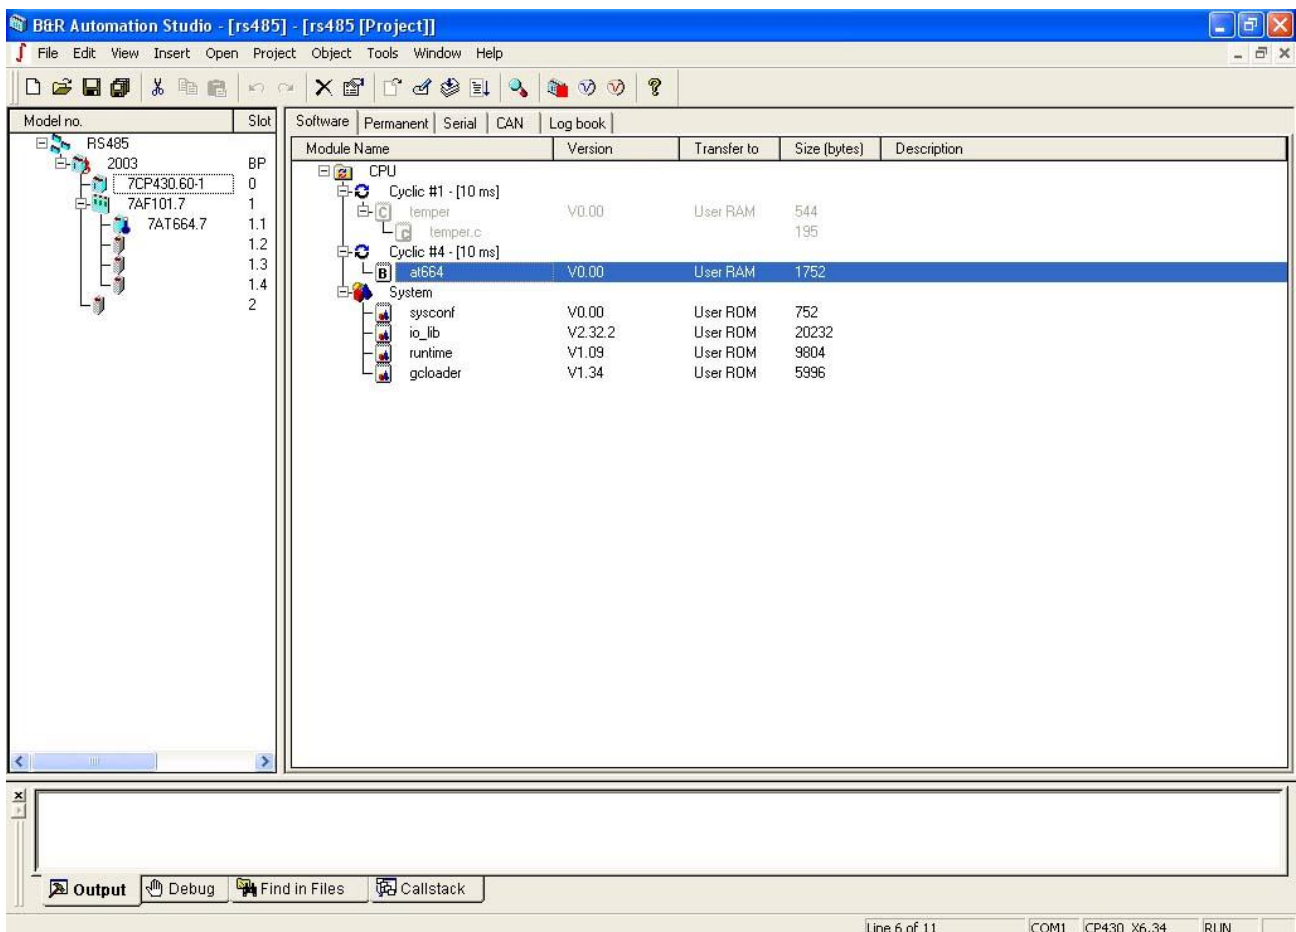

Рисунок 5.3 – Вікно проекту "Project Window"
5.1.2 Зробити запуск програми AS. Після старту програми на екрані відображається заставка, потім відкривається вікно програми (див. рис. 5.3), що містить:
Якщо каталогу не існує, то нажавши кнопку ви одержите запит, чи створити його. Відповідайте на цей запит, нажавши "Enter". Потім програма AS виконує автоматичне розпізнавання апаратних засобів. Хід виконання показується в діалоговому вікні. По закінченню відкрити наступне вікно командою "Next". У цьому діалоговому вікні показані всі розпізнані раніше дані, поряд з модулями контролера, знайденими в ході розпізнавання апаратних засобів (номер моделі модуля процесора (CPU) і блоку живлення (PS)). Ще раз перевірте дані, можна вертатися і виправляти дані – команда "Back". Розпізнавання апаратних засобів закінчується відкриттям проекту – команда "Finish". При цьому відкривається вікно проекту "Project Window" – основа кожного проекту. Воно складається із двох частин (рис. 5.3):